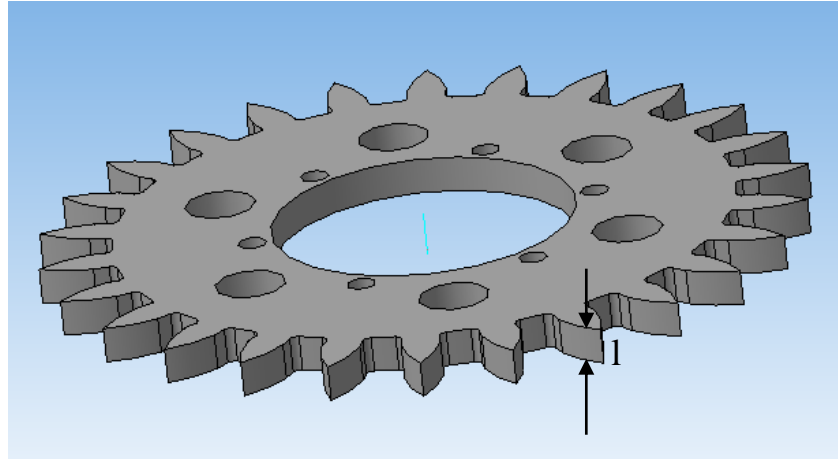

Рисунок 1.4 – Толщина звездочки, l
- толщина звездочки, l (рисунок 1.4);